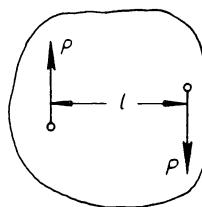

Bild 109
3. Hierbei kann der Fall eintreten, daß einige Seitenkräfte zwar gleich groß und entgegengesetzt gerichtet sind (Bild 109), sich aber trotzdem nicht aufheben, weil ihre Wirkungslinien nicht auf einer Geraden liegen, sondern einen Abstand l haben. Die Kräfte P bilden dann ein Kräftepaar und suchen den Körper mit einem statischen Moment Pl zu drehen (Aufg. 197). Soll nun Gleichgewicht bestehen, so müssen die statischen Momente der rechtsdrehenden Kräfte durch gleich große linksdrehende Momente aufgehoben werden, d. h., die algebraische Summe aller Drehmomente für jede beliebige Drehachse muß gleich Null sein.